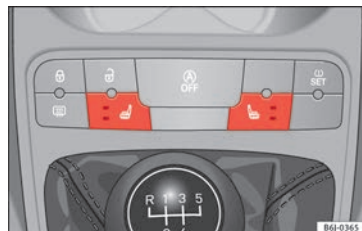

Fig. 100 Conmutador de la calefacción de los asientos delanteros.
- Pulse el conmutador correspondiente » **fig. 100** para encender la calefacción del asiento.
- Una sola pulsación conecta la calefacción a la máxima intensidad. Se iluminan los dos LED » **fig. 100**. Tras 15 minutos a máxima intensidad, se apaga el led superior, se desactiva durante 2 minutos el sistema y transcurridos los 2 minutos, el sistema vuelve a funcionar a mínima intensidad (el led inferior siempre está encendido).